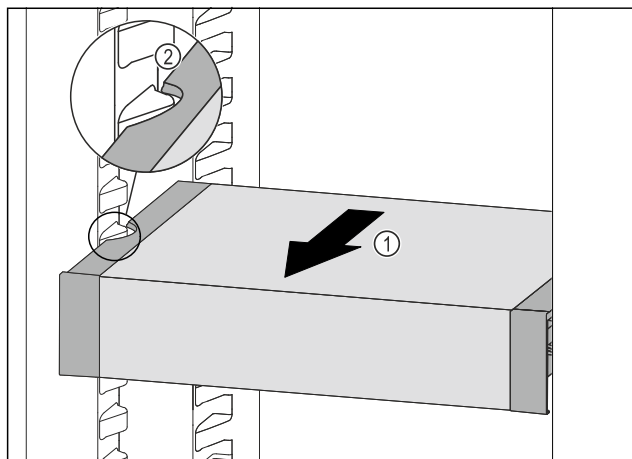

Fig. 134
- ▶ 向前拉动 VarioSafe Fig. 134 (1)，直至 VarioSafe 的侧部凹槽与冷藏区中的容器肋梁持平。 Fig. 134 (2)